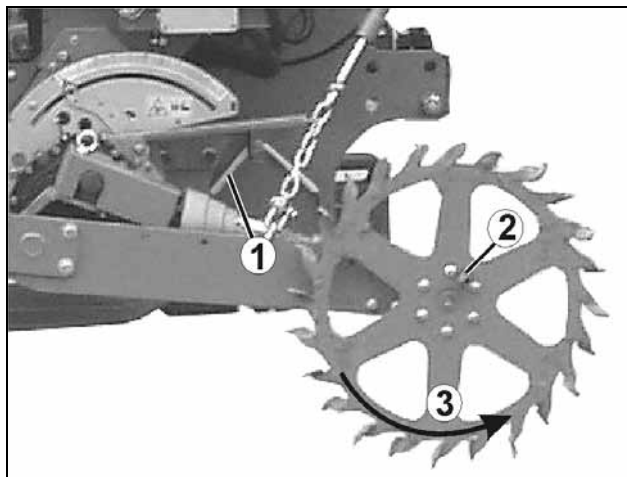

Fig. 84
- Afferrare la manovella di apertura bocche di semina (Fig. 84/1).
- Innestare la manovella di apertura bocche di semina mediante l'insero quadrangolare (Fig. 84/2) sulla ruota con sperone (Fig. 84/3).
Girare la ruota con sperone in senso sinistrorso (Fig. 84)!
- inserire la manovella di apertura bocche di semina (Fig. 84/1) nel supporto